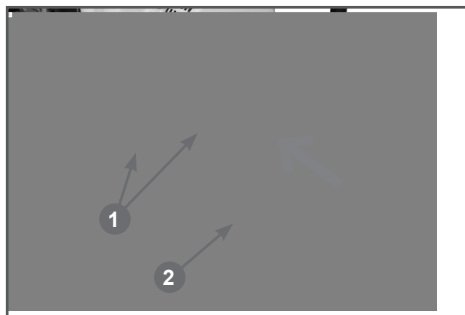
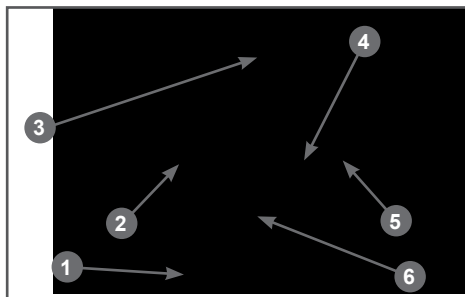

Рис. 4 Установка кронштейна аккумулятора
Рис. 5 Установка аккумулятора
болты крепления, не затягивая их (Рис. 4).
3. Установите тягу 3 кронштейна 1 аккумулятора (Рис. 5). Откройте с нижней части тяги 3 одну гайку 5 (Рис. 5). Зацепите крючок тяги 3 за раму мотопомпы, а нижнюю часть тяги вставьте в отверстие в кронштейне 1 аккумулятора (Рис. 5). Накрутите обратно на тягу вторую гайку. С помощью гаек 6 отрегулируйте положение кронштейна 1 (Рис. 5). Окончательно затяните болты 1 крепления кронштейна аккумулятора к раме мотопомпы (Рис. 4) и гайки 6 тяги аккумулятора (Рис. 5).
4. Установите аккумулятор 4 в кронштейн 1 и подключите клеммы силовых проводов 2 и 5 к выводам аккумулятора (Рис. 5).